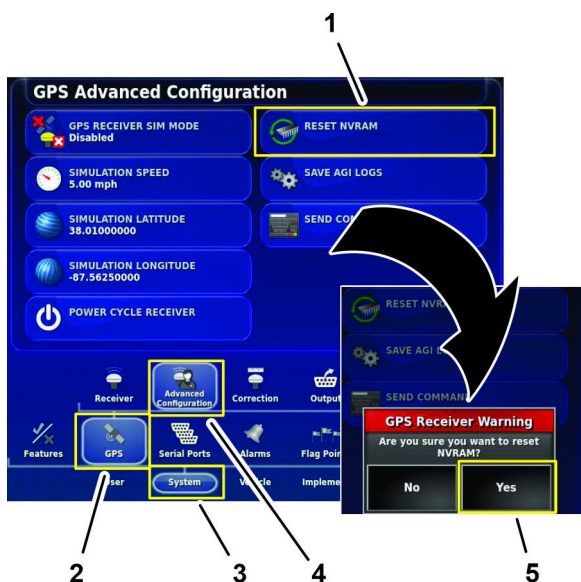

Рисунок 213
1. На экране настройки нажмите значок SYSTEM (СИСТЕМА), значок GPS и значок ADVANCED CONFIGURATION (РАСШИРЕННАЯ НАСТРОЙКА КОНФИГУРАЦИИ) (Рисунок 213).
2. На экране расширенной настройки конфигурации GPS нажмите значок RESET NVRAM (СБРОС ЭНЕРГОНЕЗАВИСИМОЙ ОПЕРАТИВНОЙ ПАМЯТИ) (Рисунок 213).
3. В диалоговом окне с предупреждением о приеме сигнала GPS нажмите на значок YES (ДА) (Рисунок 213).